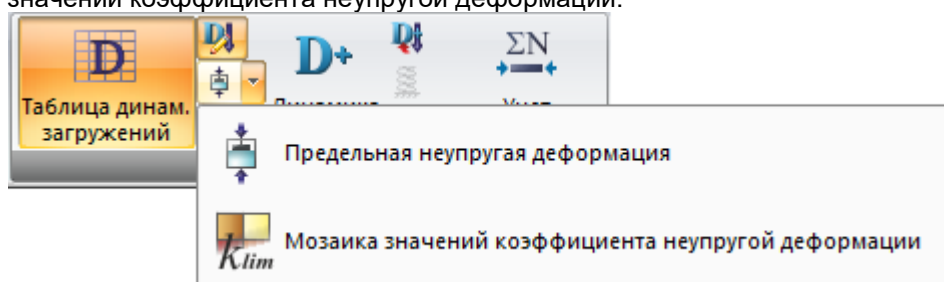

Рис. 72. Раскрывающийся список **Предельная неупругая деформация** (КМК 2.01.03-96)
**Предельная неупругая деформация** (рис.72) – раскрывающийся список, который содержит операции по заданию исходных данных для каждого элемента по таблице 2.11 КМК 2.01.03-96 (Узбекистан) и графического отображения величин коэффициентов неупругой деформации для элементов расчетной схемы.